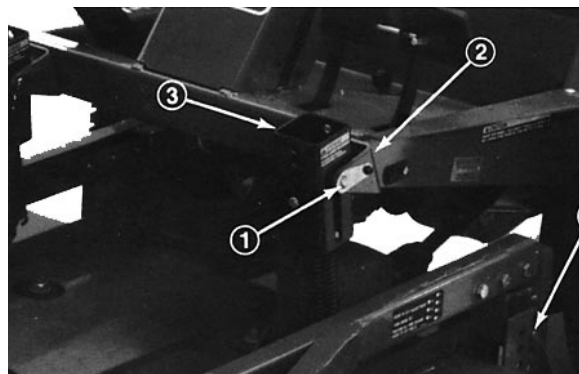

Figure 6
2. Désaccoupler les ressorts de compensation de l'unité de déplacement, enlever les goupilles de blocage des supports, séparer les ensembles de tension des ressorts des supports et les poser sur l'unité de coupe. Enfoncer légèrement les goupilles de blocage dans les supports pour éviter de les perdre (Fig. 6).
3. Abaisser l'unité de coupe, enlever les (4) axes des supports de hauteur de coupe (Fig. 6).